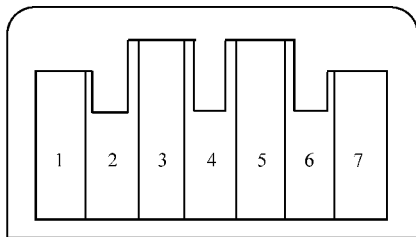

图 13-15 驾驶人/乘客侧空气混合控制电动机连接器
2) 如图 13-15 所示, 将蓄电池电源连接到驾驶人/乘客侧空气混合控制电动机 1 号端子并将 2 号端子搭铁, 驾驶人/乘客侧空气混合控制电动机应该运转, 且停在最冷位置。如果情况不是如此, 将端子反接; 驾驶人/乘客侧空气混合控制电动机应该运转, 且停在最热位置。驾驶人/乘客侧空气混合控制电动机停止运转时, 应立即断开蓄电池电源。